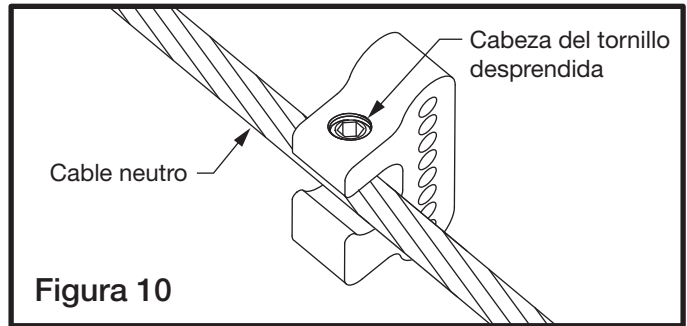

Figura 10
12) Continúe apretando el tornillo de fijación hasta que la cabeza del tornillo se desprenda (vea la Figura 10).